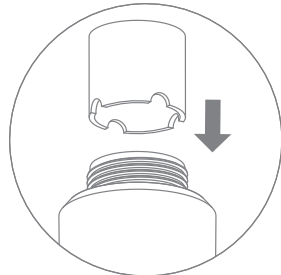

Рис. 22
**Внимание! При замене картриджа Арагон М на новый перед установкой минерализатора необходимо вынуть из верхней части использованного картриджа ограничивающую пластиковую вставку и установить ее в новый (рис. 22).**